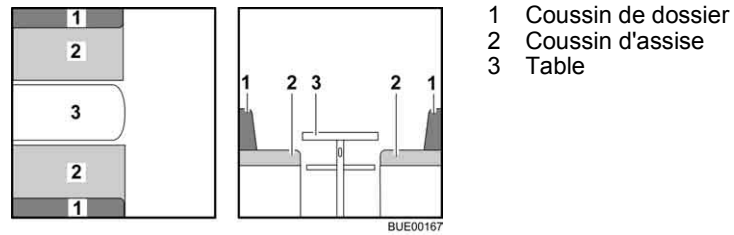

Fig. 70 Avant la transformation
- Convertir la table (Fig. 70,3) en sommier de lit (voir paragraphe 6.11).